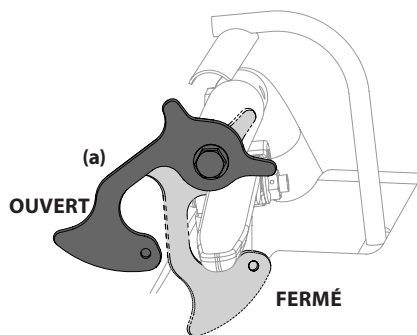

Figure 4-22
3. Désengagez les loquets de position neutre (a). Voir Figure 4-22.
5. Engagez les loquets de position neutre. Voir Figure 4-22.
7. Engagez les loquets de position neutre. Voir Figure 4-22. Puis, déplacez le levier de transmission hors de la position neutre pour vous assurer que la tondeuse ne se déplace pas vers l'avant ou vers l'arrière. Si l'appareil se déplace, effectuez le réglage de nouveau.